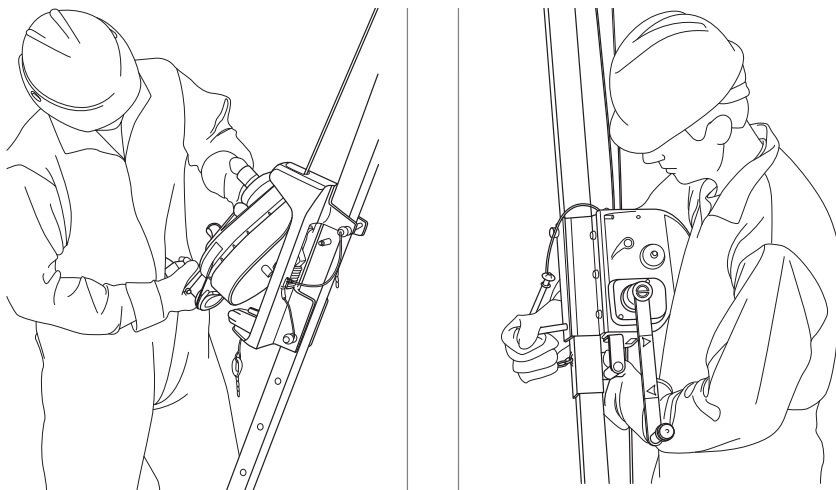

Fig. 8 Instalación del gancho de anclaje en la cabeza del trípode
Para instalar el cabrestante MSA, lleve a cabo el siguiente procedimiento y consulte la Fig. 8 .
- (1) De acuerdo con las instrucciones correspondientes, suba el trípode únicamente a una altura en la que la cabeza quede al alcance del instalador.
- (2) Ponga el cabrestante en el suelo al lado derecho (mirando hacia la pata) de cualquiera de las patas y extraiga aproximadamente 9 pies (2.7 m) de línea (D).
- (3) Haga correr el cable sobre la polea de configuración dividida y, usando un mosquetón, PN 10089207, monte la cabeza del trípode a la DERECHA de la pata en la que se va a montar el cabrestante.
- (4) Si se usa un sistema de detención de caídas con montaje en la pata, como por ejemplo el rescatador MSA, póngalo a la derecha de otra de las patas del trípode, extraiga una cantidad suficiente de línea para hacer pasar el cable sobre la polea de configuración dividida y enganche la cabeza del trípode a la derecha de la pata en la que se va a montar el sistema de detención de caídas.
- (5) Suba el trípode a la altura de trabajo deseada.
- (6) Introduzca el pasador de bloqueo positivo del cabrestante (H) parcialmente por la pata del trípode en la que se va a montar el cabrestante, empezando desde el lado izquierdo de la cara externa de la pata. Véase la Fig. 8 .
- (7) Monte el cabrestante en la pata del trípode poniendo la ranura (I) en el soporte de montaje del cabrestante sobre el pasador (H) desde el paso anterior.